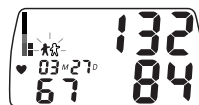

Рис. 14
5. В конце измерения, в зависимости от классификации результата по шкале ВОЗ, прозвучат короткие звуковые сигналы: 1 сигнал – нормальное давление, 2 сигнала – повышенное в пределах нормы, 3 сигнала – гипертензия. После чего прибор выпустит весь воздух из манжеты и на дисплее отобразится измеренное артериальное давление, частота пульса и время измерения (рис. 14). На дисплее мигает символ , напоминая, что для сохранения результатов нужно выбрать память 1 или 2, нажав M1 или M2 соответственно. Если в течении 3-х минут не выбрать память, результат не запоминается, а прибор автоматически переходит в режим индикации даты и времени.